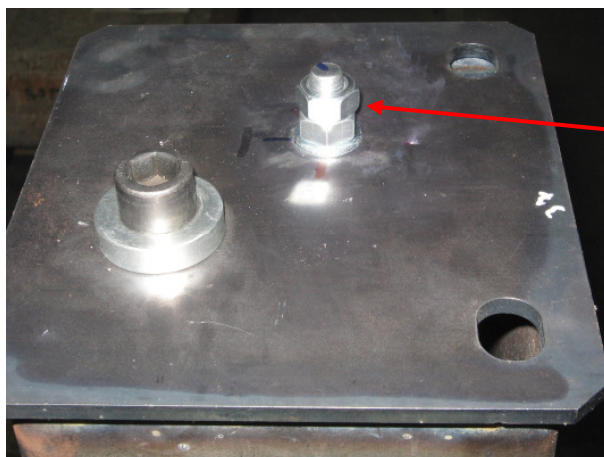

Bild 3
3. Jetzt Bühne justieren über Seilaufhängungen an den Säulenkopfplatten. Danach sind die Seile an ihren Terminals mit je zwei Muttern zu kontern (siehe Bild 3).